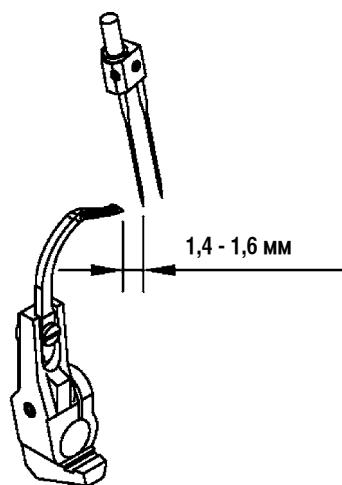

Рис. 43
4. Взаимосвязь между иглой и петлителем однониточного цепного стежка (Рис. 43)